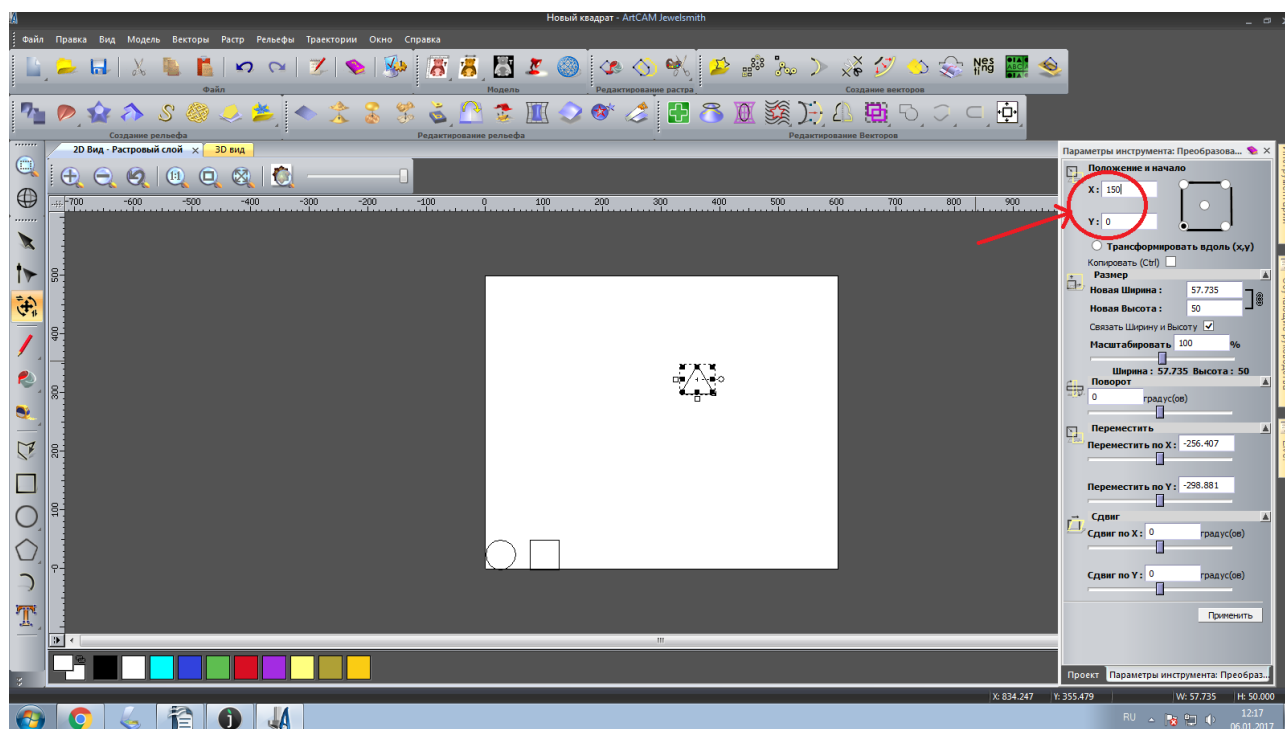

Рисунок 29. Координаты положения треугольника
30. Измените положение треугольника. Для этого на панели «Параметры инструментов» укажите координаты по оси «X»-150, а по оси «Y»-0, рисунок 29